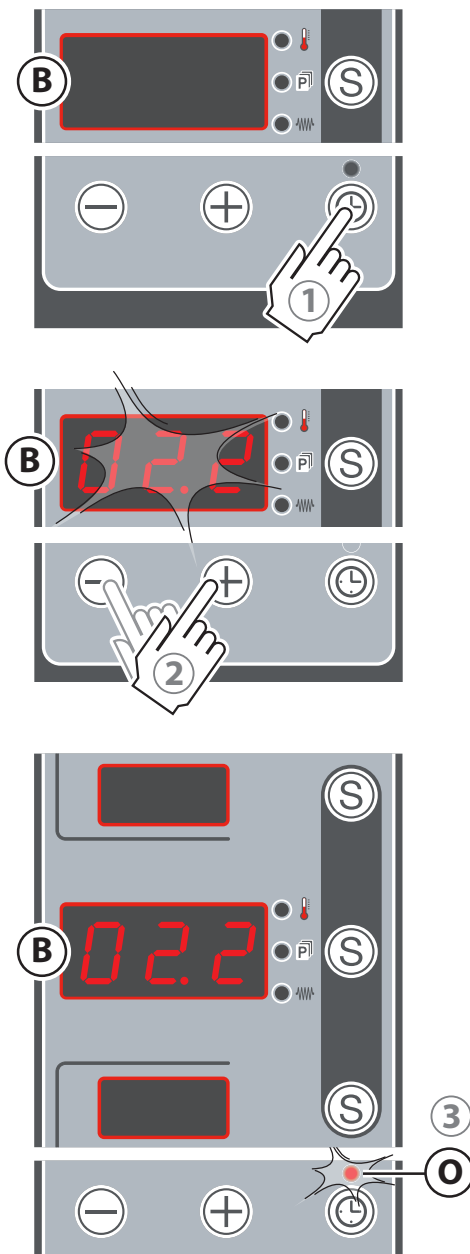

Abb.16.
► Kap. „**Programmierte Einschaltung**“ auf Seite **14** und konsultieren **Abb.16.**
► Abb.16.